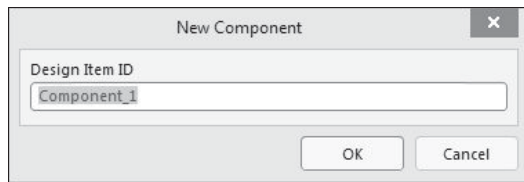

Рис. 2.6. Обозначение имени нового компонента
1. Начать формирование нового компонента по команде главного меню **Tools | New Component** (Инструменты | Новый компонент) и в открывшемся диалоговом окне **New Component** (рис. 2.6) ввести в поле **Design Item ID** имя нового компонента.